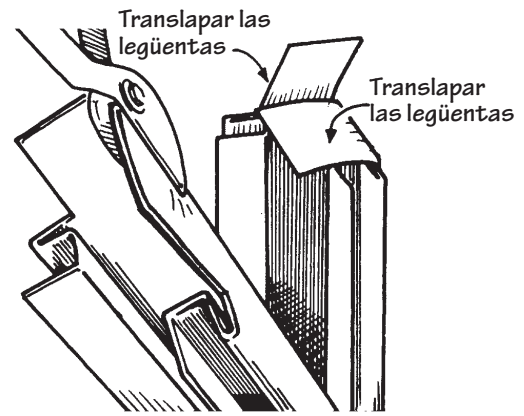

Figura 79.
- Los esquineros de las casas con un voladizo en el segundo piso necesitan cubrirse haciendo los cortes que se indican (Figura 79). Doble las bridas creadas sobre sí mismas según se indica.